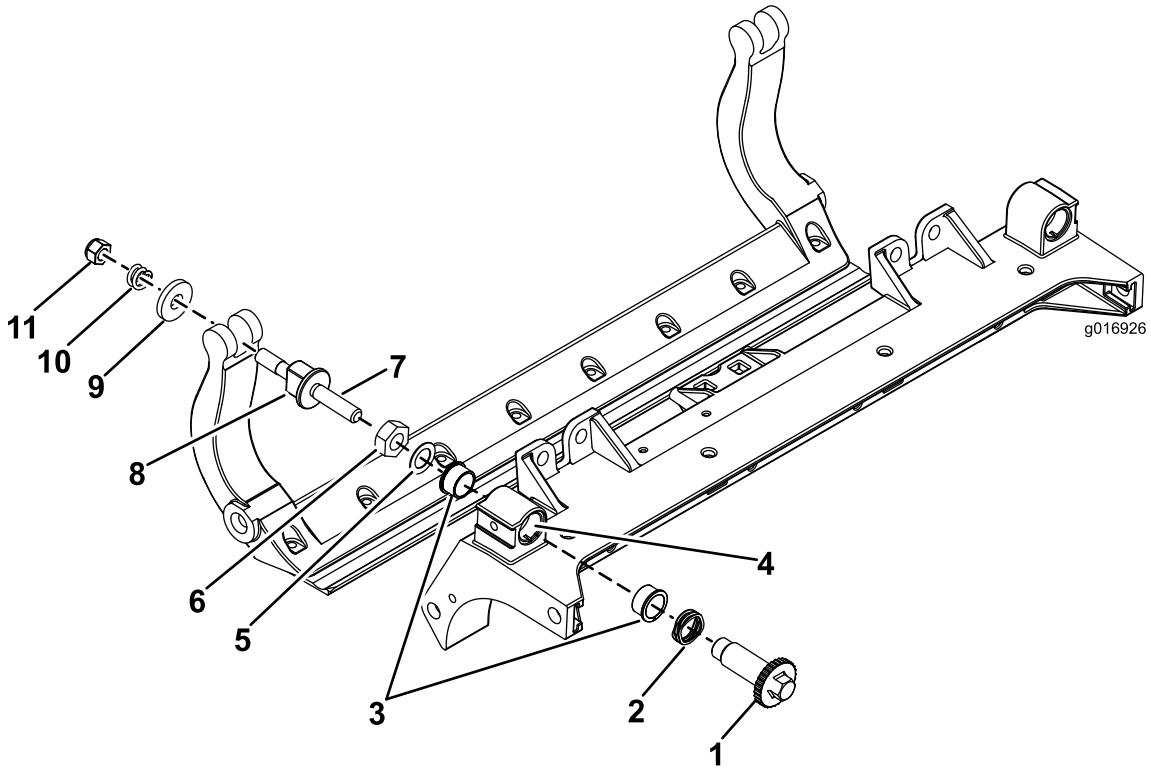

Figura 33
1. Retire todas las piezas (consulte las *Instrucciones de instalación* del Kit HD DPA Modelo 120-7230 y la Figura 33).
2. Aplique compuesto antigripante al interior del alojamiento de los casquillos del bastidor central de la unidad de corte (Figura 33).
3. Alinee los salientes de los casquillos con brida con las ranuras del bastidor, e instale los casquillos (Figura 33).
4. Instale una arandela ondulada sobre el eje del ajustador e introduzca el eje del ajustador en los casquillos con brida del bastidor de la unidad de corte (Figura 33).
5. Sujete el eje del ajustador con una arandela plana y una contratuerca (Figura 33). Apriete la contratuerca a 20–27 N·m.
11. Coloque una arandela de acero por fuera de cada arandela de nylon (Figura 33).
Nota: Las arandelas del interior pueden tener cierta holgura (Figura 33).
esté comprimido del todo, luego afloje la tuerca 1/2 vuelta (Figura 33).